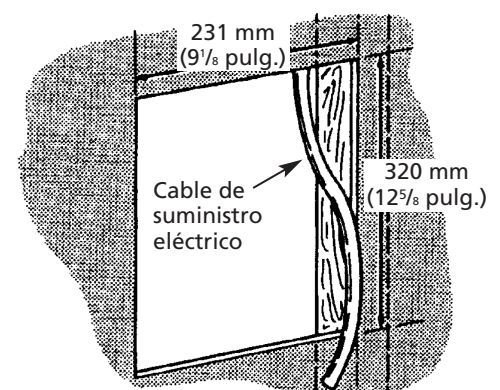

Figura 3
- Marque y recorte cuidadosamente un agujero en la pared o el cielo raso, que mida 231 mm (91/8 pulg.) de ancho por 320 mm (125/8 pulg.) de largo y donde uno de los bordes del agujero esté situado a lo largo del borde de un poste de la pared o viga del cielo raso (consulte la Figura 3).